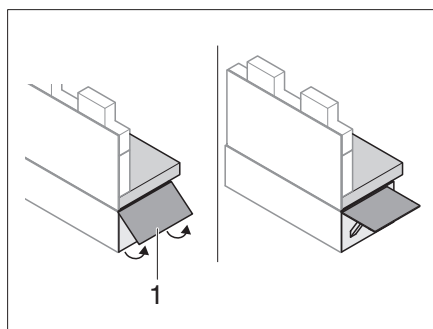

Fig. 148 Apertura della prolunga del divanetto
- Spingere la prolunga del divanetto (Fig. 148,1) verso l'alto.
- Inserire la stecca di sbloccaggio e richiudere la prolunga del divanetto (Fig. 148,1).